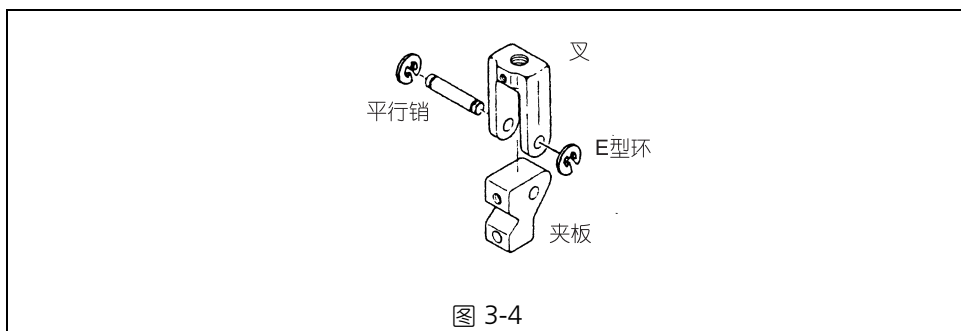

图 3-4
- (1) 拆下膜片上盖的螺栓（除了一对吊环螺栓）。最后交替且用力均一地松开此对吊环螺栓。
- (2) 松开止转的锁紧螺母，并将叉从执行器前端取下。
- (3) 向上拉出褶皱的膜片，小心不要将其损坏。
- (4) 然后，抓住膜片板的外部，拆下膜片部分顶端的膜片紧固螺母。
- (5) 拆卸叉和夹板时，取下 E 形环并拔出平行销（图 3-4）